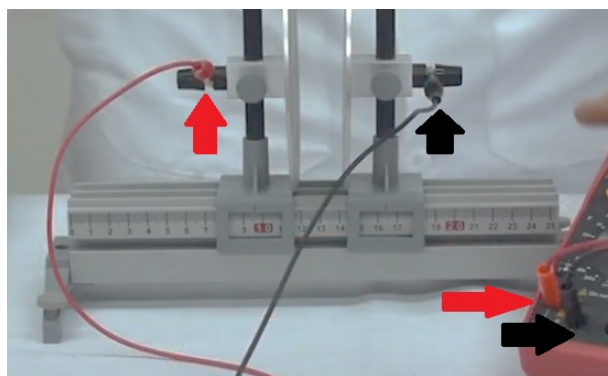

Figura 6.4: Conexión de cables entre las placas paralelas y el capacitmetro.
4. Utilice los cables de conexión para establecer la conexión entre las placas y el capacitmetro como lo indican las flechas rojas y negras en la figura 6.4.